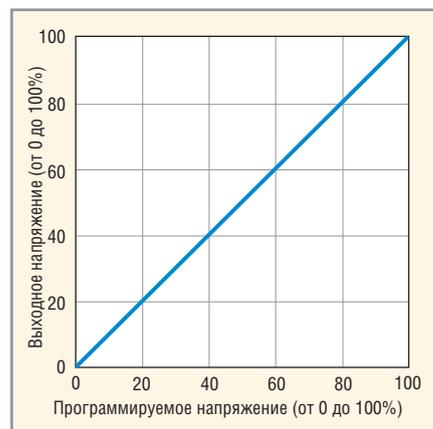

Рис. 4. Зависимость программирующего напряжения от выходного напряжения для стабилизированного преобразователя
- выходное напряжение «отслеживает» программирующее входное напряжение (см. рис. 4);